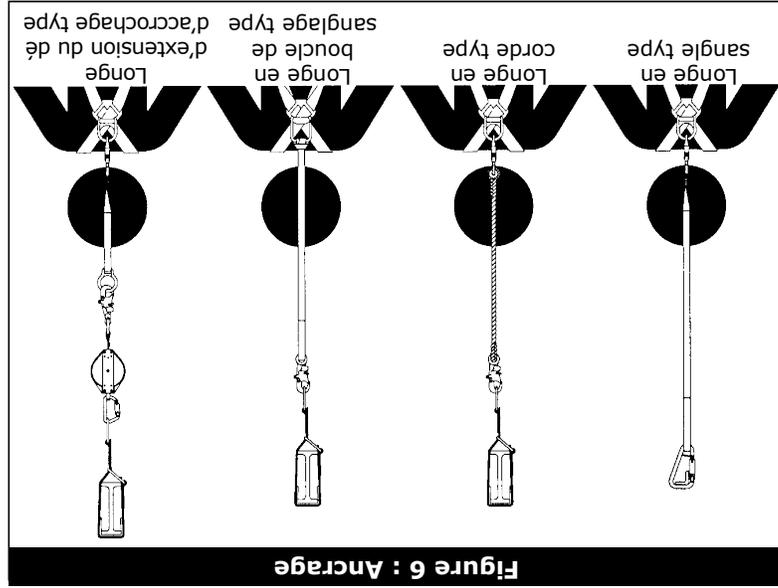

Figure 6 : Ancrege
A. ANCRAGE : Choisissez un point d'ancrage stable, capable de supporter les charges prévues. Reportez-vous à la section 2.4. Pour les systèmes de positionnement de travail, le point d'ancrage doit être choisi afin de réduire tout risque potentiel de chute à 2 pieds (.6 m) ou de chute avec balancement, et éviter toute collision lors de la chute. Voir les figures 6 et 7.